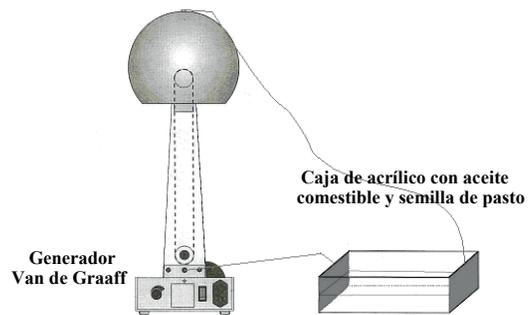

Figura 1.3 Configuración de campo eléctrico
f) Considerar el siguiente dispositivo (Figura 1.3).